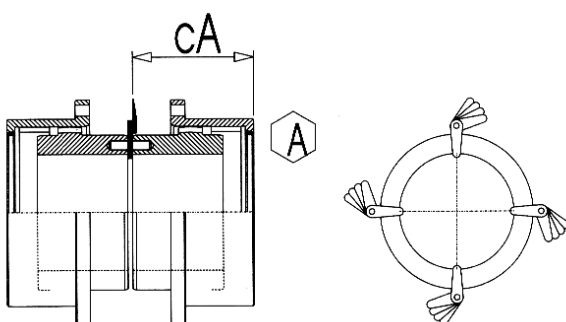

Fig.01
H.1 Um die Winkelabweichung zu ermitteln, die an den Referenzstirnflächen der Naben ermittelten Parallelitätswerte nach dem nächsten Schema bearbeiten. Diese Werte werden ermittelt, indem eine Fühlerlehre zwischen den Stimflächen der Naben eingeschoben wird. Eine erste Messung auf 360° wird durchgeführt, um die Lage des kleinsten und grössten Abstandes zu bestimmen. Dann, so wie in Fig. 01/A beschrieben, werden vier Messungen im 90° Abstand durchgeführt. Die grösste Differenz von zwei gegenüberliegenden Messungen ist der Wert ΔA .